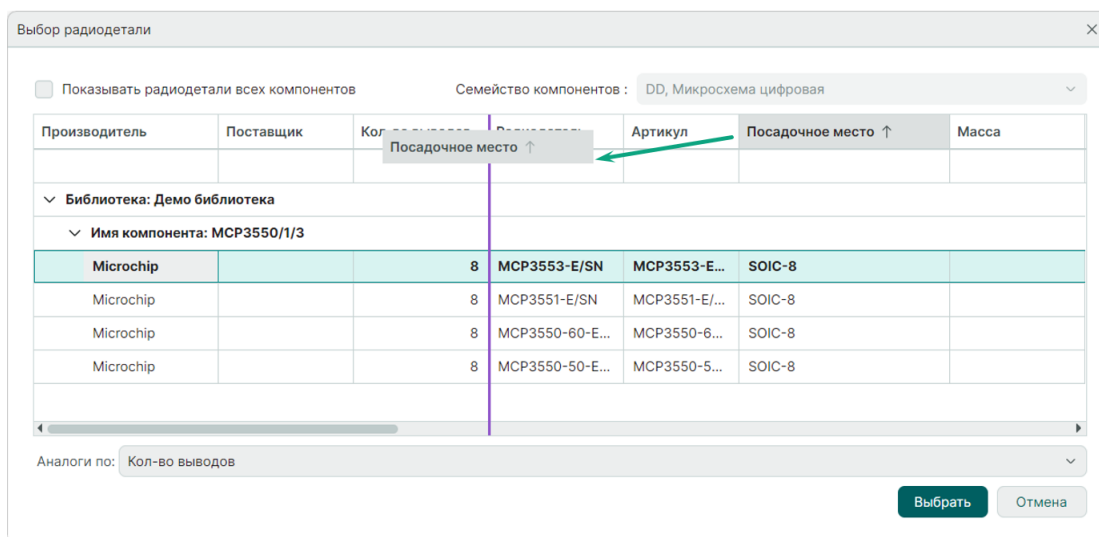

Рис. 100 Перемещение столбцов
1. Перемещение столбцов внутри таблицы возможно выполнить с помощью механизма «drag-and-drop». Для перемещения столбца зажмите его заголовок левой кнопкой мыши и переместите в нужное место. Возможное место расположения будет обозначено линией фиолетового цвета, см. Рис. 100.